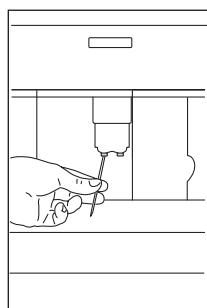

Fig. 34
- Compruebe regularmente que los orificios del surtidor de café no estén bloqueados. Si es necesario, retire los depósitos de café con un palillo (Fig. 34).